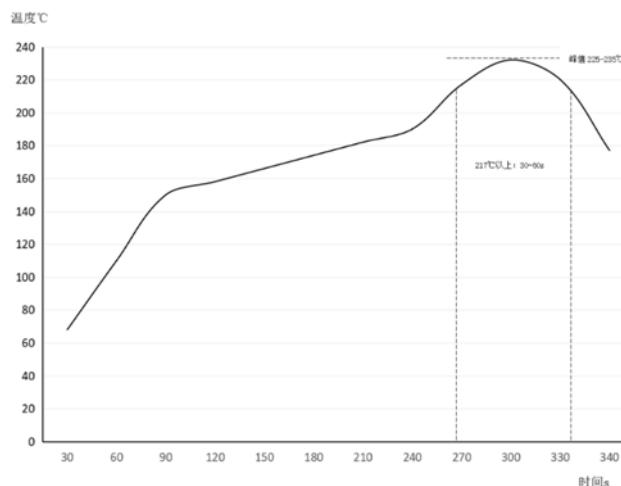

图 9 典型的焊接温度工艺曲线
3) 使用回流焊炉，若为混装工艺，要求模块底部峰值温度在 225~232°C 之间，模块顶部温度 235°C 以下。在保证焊接质量的情况下，峰值温度可以适当降低，典型的焊接温度工艺曲线如图 9 所示：